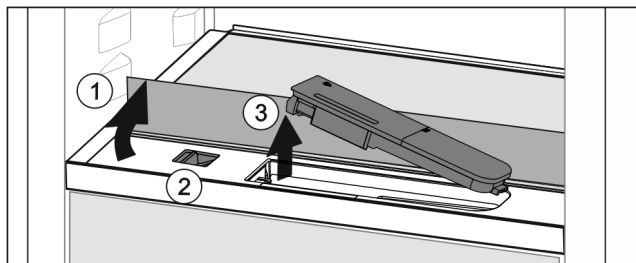

Fig. 150
- ▶ Steklenu ploščo dvignite in jo sklopite nazaj do omejevalnika Fig. 150 (1).
- ▶ Drsni Fig. 150 (2) potisnite v levo.
- ▶ Odstranite rezervoar za vodo Fig. 150 (3).